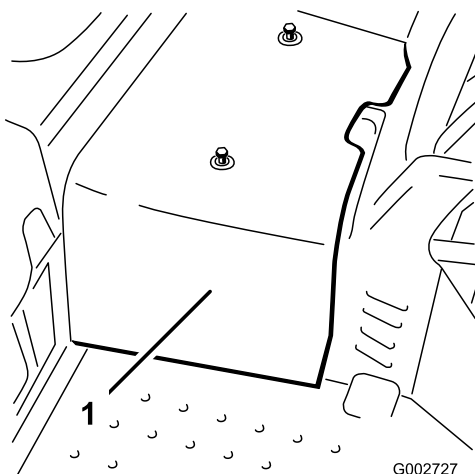

Figura 34
2. Allentate le 2 viti che fissano la protezione centrale alla macchina, e togliete la protezione (Figura 34).